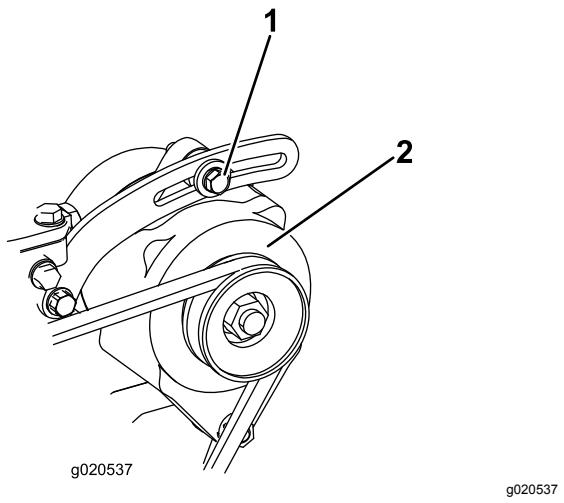

Figura 87
2. Se l'inflessione non è di 10 mm, allentate i bulloni di fissaggio dell'alternatore (**Figura 87**). Aumentate o riducete la tensione della cinghia dell'alternatore e serrate i bulloni. Controllate di nuovo l'inflessione della cinghia per accettare che sia esatta.